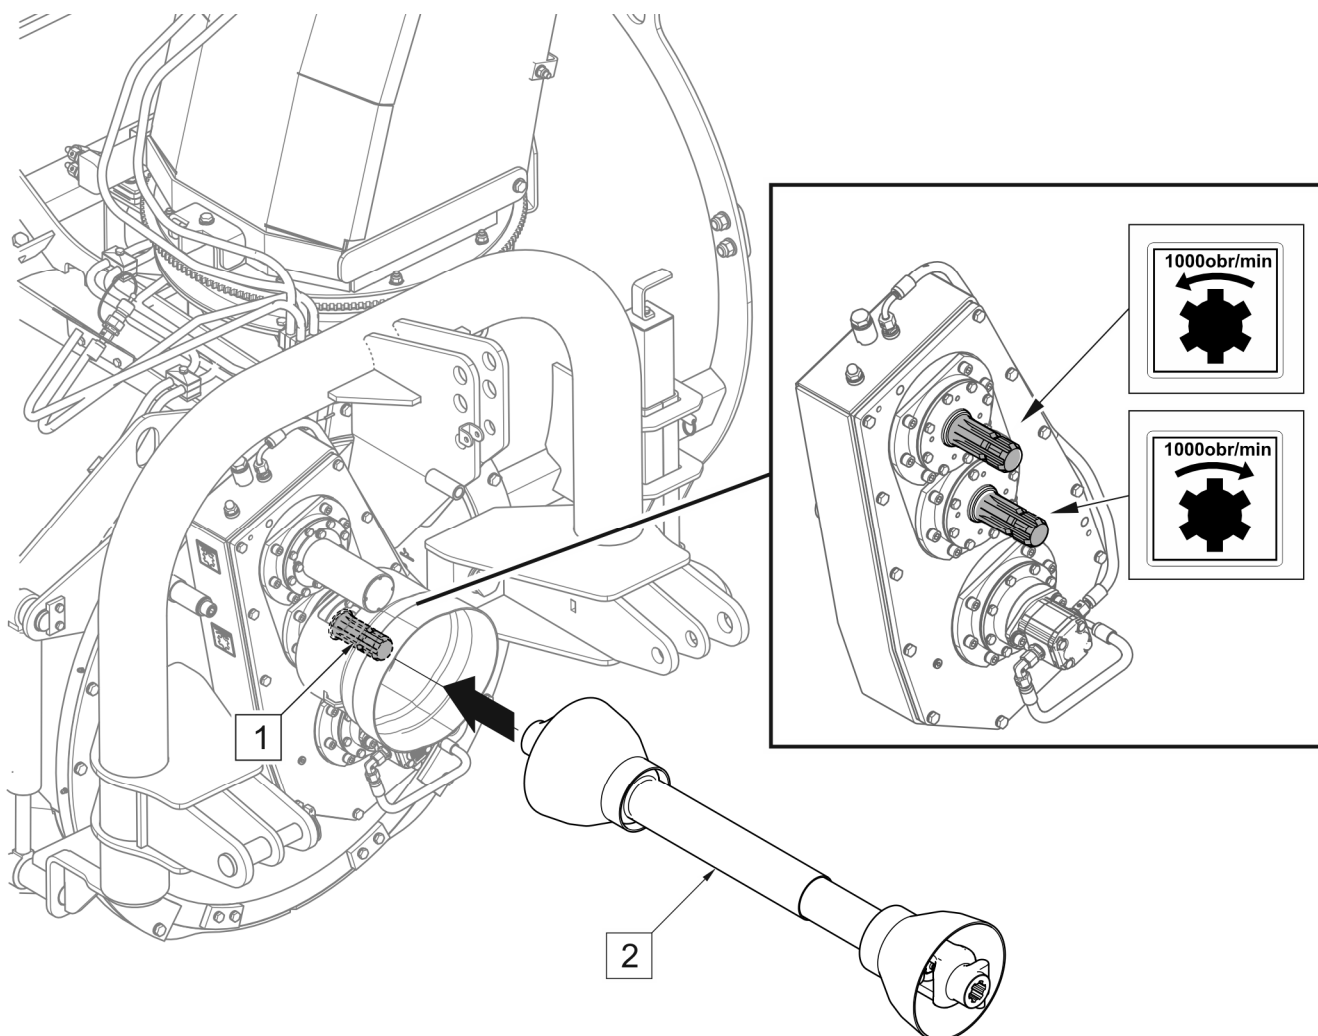

РИСУНОК 4.2 Подсоединение вала отбора мощности (машина установлена на переднюю трёхточечную навеску транспортного средства)
(1) - вал редуктора; (2) - вал отбора мощности (дополнительное оборудование)
В зависимости от направления вращения вала отбора мощности в транспортном средстве, вал отбора мощности (3) должен быть соединён с соответствующим валом (1) или (2) передач (РИСУНОК 4.2). Верхний вал коробки передач вращается влево, а нижний - вправо (если смотреть спереди вала).